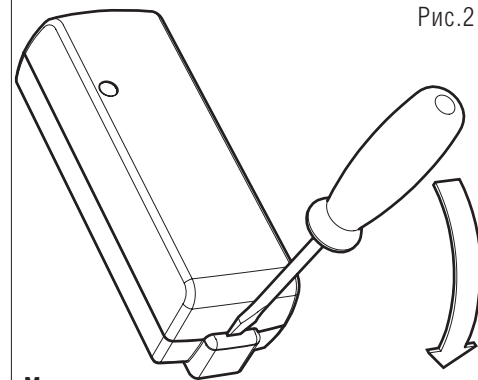

Рис. 2
1. Снять верхнюю крышку УСГС (Рис. 2).